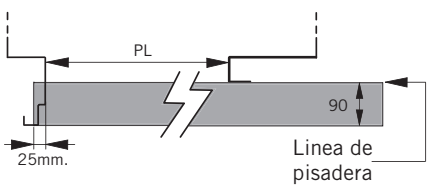

fig. 4
- 5° Para operadores centrales, la posición correcta respecto a la embocadura es centrada respecto al paso libre de la cabina (fig. 3). Para operadores telescópicos se situará el lado de cierre del operador a 25mm. del paso libre de la cabina (fig. 4).